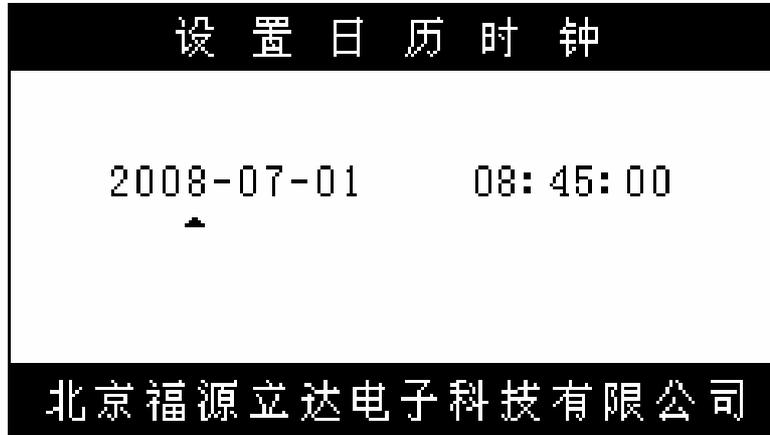

图 15 设置日历时钟
2. 系统进入“设置日历时钟”界面（见图 15），操作“向右”或“向左”键可以移动光标选择要修改的数位，操作“向上”或“向下”键可以移动光标设置日期、时间的数值，设置日历、时钟用户可根据自己的需求来设置；